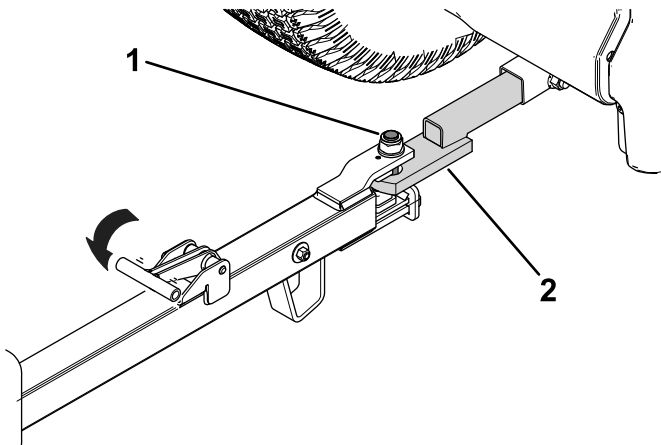

Figura 6
2. Alinee el pasador de la barra con el enganche del vehículo de remolque (Figura 6).
3. Libere la palanca de la barra (Figura 6) para fijar el remolque al enganche del vehículo de remolque.